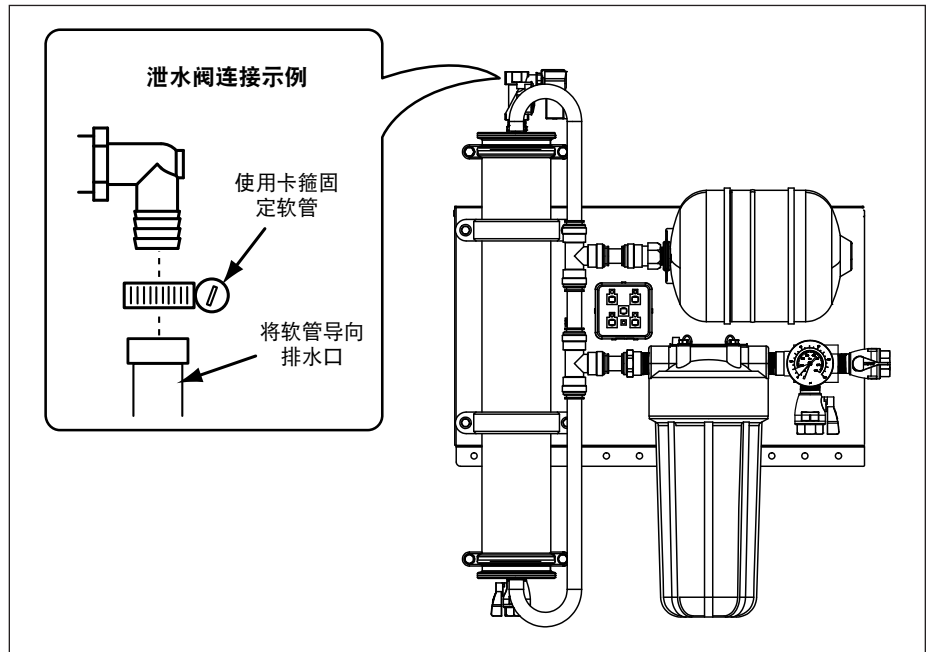

图 3. 排水阀连接
1. 使用立柱探测器和水平仪，以适当的金属固定物将固定托架牢牢安装于墙上（图 3）。
2. 固定托架应提起 VZN 系统，并悬挂于固定托架上方。请他人帮助您提起系统，并将其稳固放置于固定托架上（图 3）。